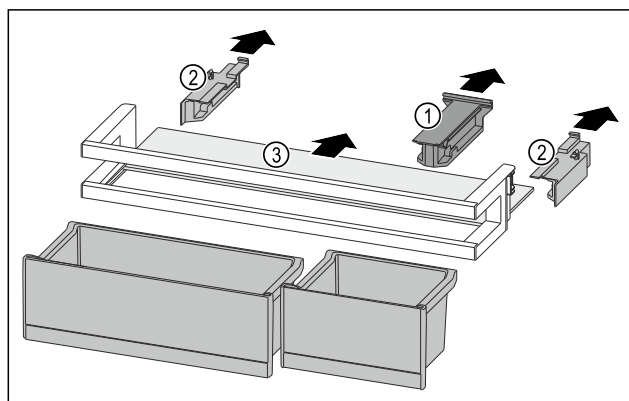

Fig. 228
- ▶ Витягніть кріпильний елемент Fig. 228 (1).
- ▶ Витягніть бічні елементи Fig. 228 (2).
- ▶ Дістаньте полицю Fig. 228 (3).